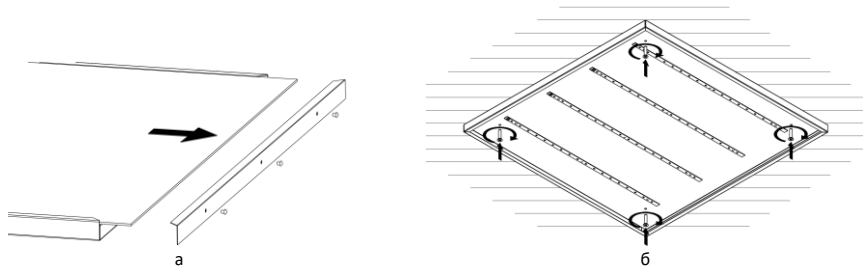

Рисунок 11 — Накладной монтаж светильника Geniled серии Офис, ЛПО.
6.1. Накладной монтаж. См. Рисунок 11.
6.1.1. При помощи тонкой отвертки либо другого подходящего подручного инструмента аккуратно извлеките три пластиковые заклепки из съемной боковой крышки. Снимите крышку и извлеките рассеиватель (Рисунок 11, а).
6.2.1. При помощи тонкой отвертки либо другого подходящего подручного инструмента аккуратно извлеките три пластиковые заклепки из съемной боковой крышки. Снимите крышку и извлеките рассеиватель (Рисунок 11, а).